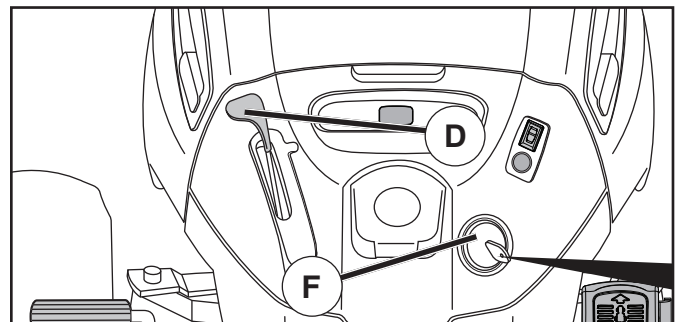

Fig. 19
- Mueva el control de aceleración (D) a la posición lenta.
- Gire la llave de ignición (F) a la posición de apagado "STOP" y remueva la llave al abandonar el tractor para evitar el uso no autorizado.
### PARA USAR EL CONTROL DE LA ACELERACIÓN (D) (Vea Fig. 19)